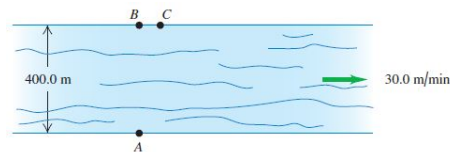

Figura 5.9: Pregunta de cuestionario acerca de movimiento relativo en un río.
4. Un río de 400.0 m de ancho fluye de oeste a este a 30.0 m/min (ver Figura 5.9). La lancha donde usted viaja se mueve a 100.0 m/min relativa al agua, sin importar la dirección en que apunte. Para cruzar el río, usted parte de un muelle en el punto A en la ribera sur. Hay una lancha que llega a tierra directamente en el sentido opuesto, en el punto B de la ribera norte, y también una que llega al punto C, 75.0 m corriente abajo desde B (Figura 3.53). a) ¿A qué punto de la ribera norte llegaría usted a tierra, si su lancha apuntara perpendicularmente a la corriente del agua, y qué distancia viajaría? b) Si usted dirige inicialmente su lancha justo hacia el punto C y no cambiara ese rumbo en relación con la orilla, ¿a qué punto de la ribera norte llegaría? c) Para llegar al punto C: i) ¿con qué rumbo debería dirigir su bote?, ii) ¿cuánto tiempo tardaría en cruzar el río?, iii) ¿qué distancia viajaría?, y iv) ¿cuál sería la rapidez de su lancha según la medición de un observador situado en la ribera del río?